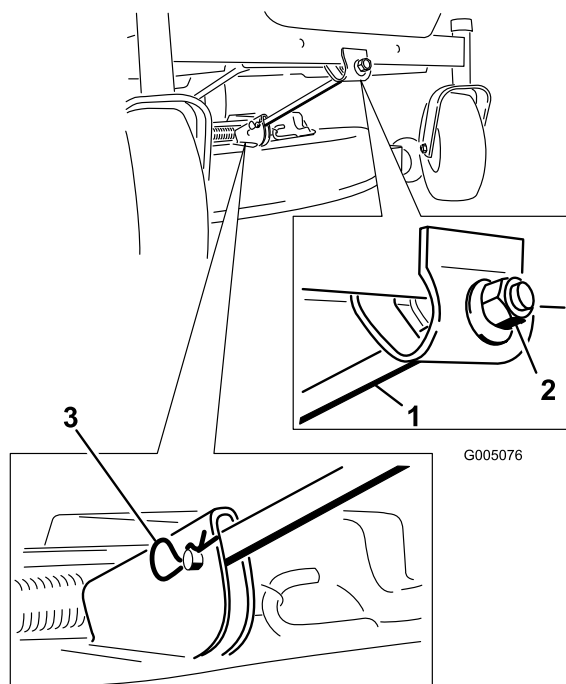

Figure 123
4. Retirez la goupille fendue de la tige de support avant et déposez la tige du support de tablier (Figure 123).